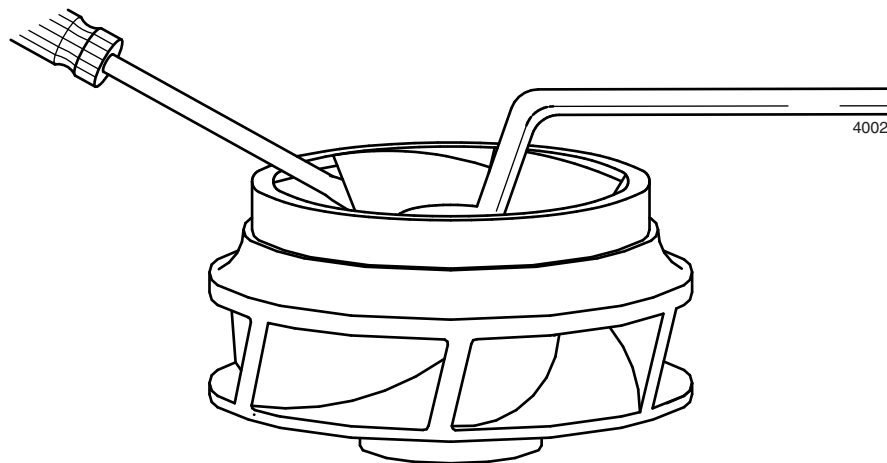

Figura 8: Aflojamiento de la tuerca del impulsor.
- 2 Bloquee el impulsor (0120) para que no pueda girar, consulte figura 8.